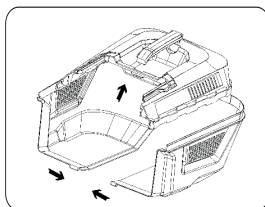

Рис. 6
6. Сборка травосборника (Рис. 6).